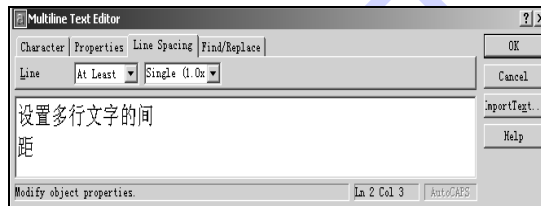

图 4-61 Line Spacing (行间距) 选项卡
- Line Spacing (行间距) Line Spacing (行间距) 选项卡用来设置多行文字的的行间距，相应的对话框如图 4-61 所示。